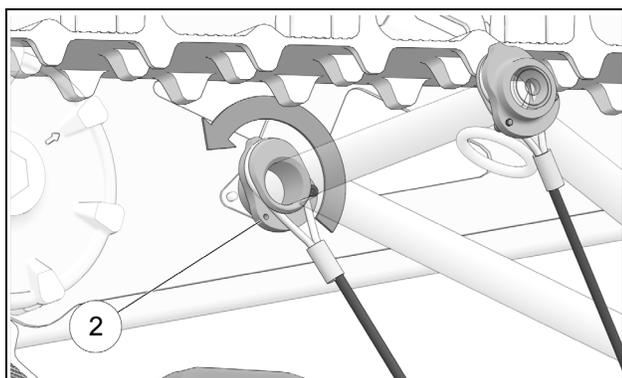

Figure 15
- Pivoter la came supérieure (2) de 180°. Référez-vous aux images de référence et aux **Principes de réglage** pour la position désirée. Voir la Figure 15.